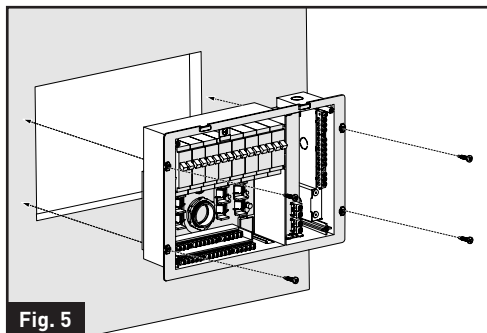
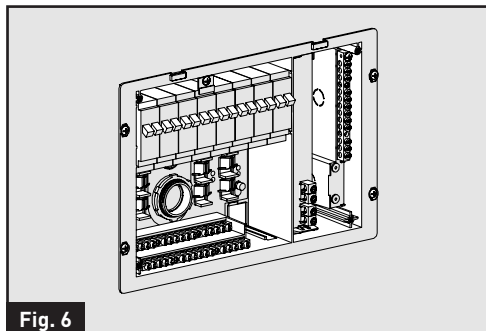

Fig. 5
Fig. 6
7. Faites glisser le panneau de distribution dans la zone d'ouverture et fixez-le avec 4 vis autotaraudeuses (filetage no 8-18) (non fournies). (Fig. 5 et Fig. 6)